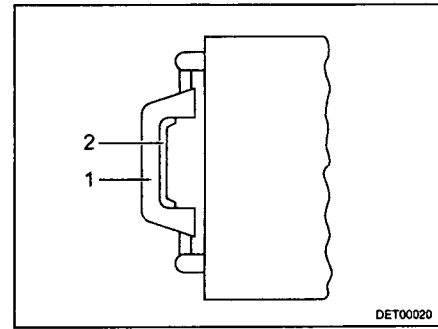

Bild 20 Dachhaube, Griff
- Schnappverschluss (Bild 20,2) zur Innenseite der Dachhaube drücken. Gleichzeitig mit dem Griff (Bild 20,1) die Dachhaube nach oben drücken.
- An beiden Griffen (Bild 20,1) die Dachhaube kräftig nach unten ziehen, bis beide Schnappverschlüsse eingerastet sind.